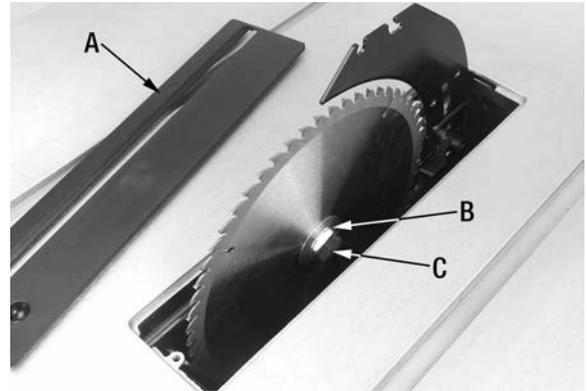
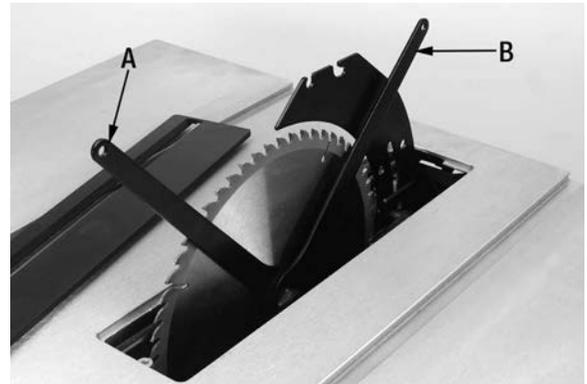

FIGURE 15
FIGURE 16
1. Pour accéder à la lame, il faut retirer le protège-lame de la lame à fendre. Ensuite retirez l'insertion de table (A) Fig.15.
3. Placez la clé ouverte (A) Fig.16 fournie sur la partie à plat de la rondelle extérieure (B) Fig.15 de la lame, ceci empêchera l'arbre et la lame de tourner. Placez la clé ouverte (B) Fig.16 fournie sur l'écrou de l'arbre (C) Fig.15 et tournez l'écrou de l'arbre dans le sens antihoraire, retirez l'écrou de l'arbre ainsi que la rondelle extérieure de la lame.